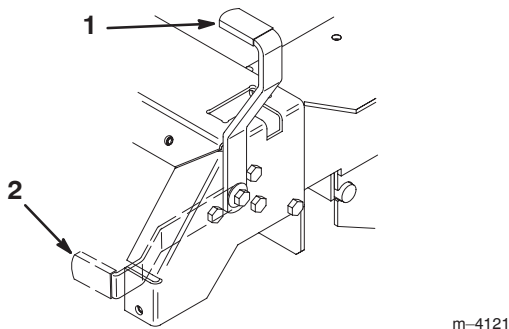

Figure 10
1. Mettez les leviers de commande de déplacement (Fig. 10) en position de verrouillage du point mort.
2. Tirez le frein de stationnement en arrière et vers le haut pour le serrer (Fig. 10).
Poussez le levier du frein de stationnement vers l'avant et vers le bas (Fig. 10) afin de le desserrer.